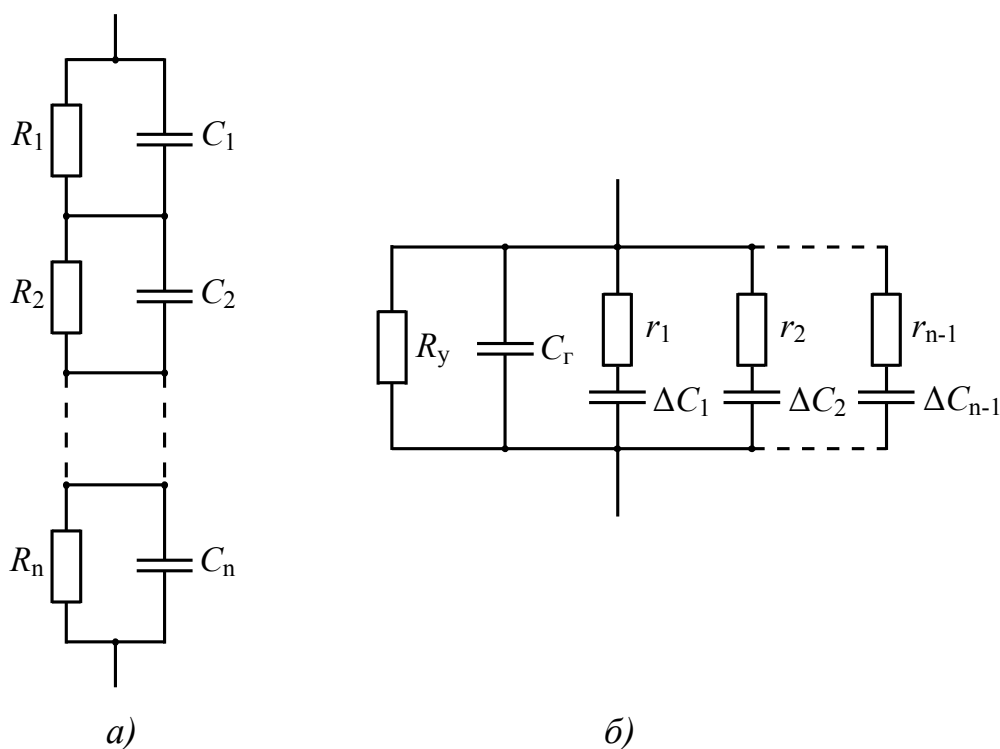

Рис. 7.2. Схемы замещения многослойной изоляции ( $n$  слоев)
В случае многослойной изоляции схемы замещения будут иметь вид, показанный на рис. 7.2. Следует обратить внимание на то, что при числе слоев  $n$  число элементов  $r_i$  и  $\Delta C_i$  в схеме 7.2,б равно  $n-1$ , по числу границ между слоями, на которых могут накапливаться заряды абсорбции.
$U_2 = U_0 R_2 / (R_1 + R_2)$ . После отсоединения изоляции от источника напряжения емкости  $C_1$  и  $C_2$  разряжаются на сопротивления утечки своих слоев. В результате напряжение на изоляции снижается (рис. 7.2,б) в соответствии с выражением
*Зависимость от времени токов  $i_{zap}(t)$  и  $i_{раз}(t)$ .* Из схемы замещения рис.7.2,в следует, что при подключении неоднородной изоляции к источнику постоянного напряжения  $U_0$  ток зарядки  $i_{zap}(t)$  (без учета кратковременного тока заряда геометрической емкости  $C_2$ ) изменяется во времени в соответствии с выражением